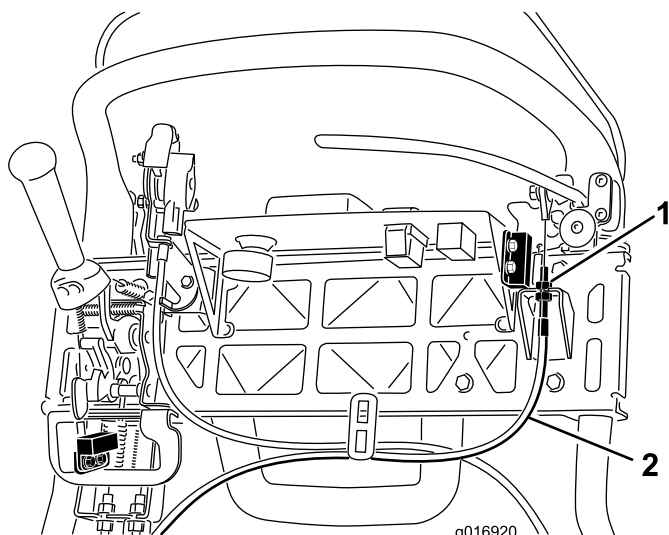

Рисунок 40
3. Чтобы увеличить натяжение троса, ослабьте верхнюю зажимную гайку троса и затяните нижнюю зажимную гайку троса (Рисунок 40) так, чтобы для отключения защелки стояночного тормоза понадобилось усилие в 156 Н, приложенное к рукоятке рычага тормоза.